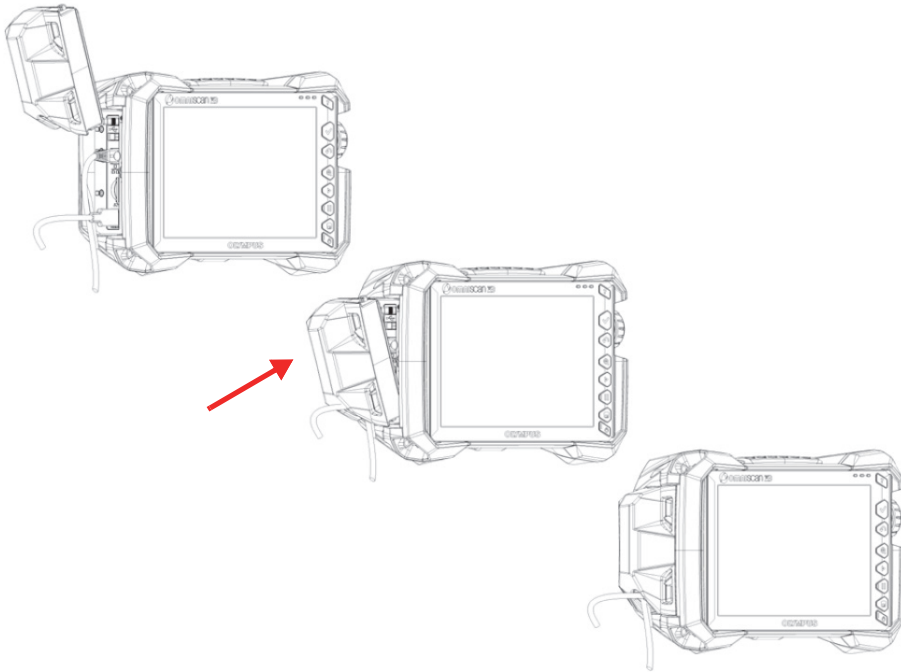

Figura 2-12 Blocco in posizione dello sportellino per applicazioni speciali
4. Bloccare in posizione e in modo sicuro lo sportellino per applicazioni speciali (Figura 2-12 a pagina 41).